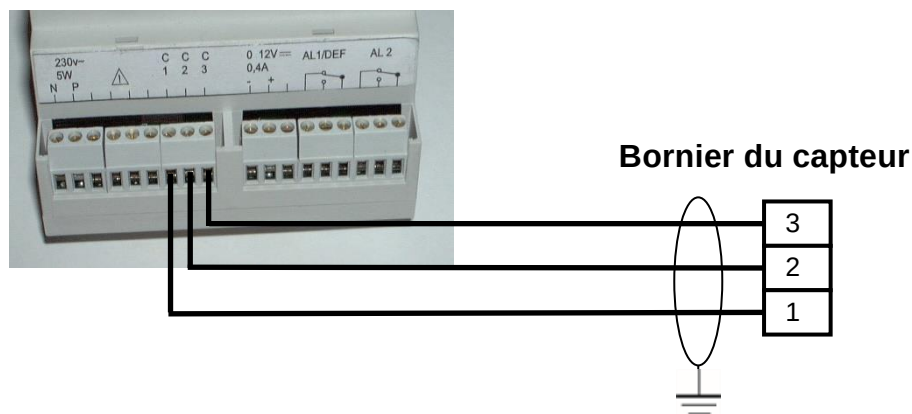

Figure 3
- Les bornes C1-C2 et C3 du *Surveyor 4B* et du capteur seront reliées en vis à vis (Figure 3).